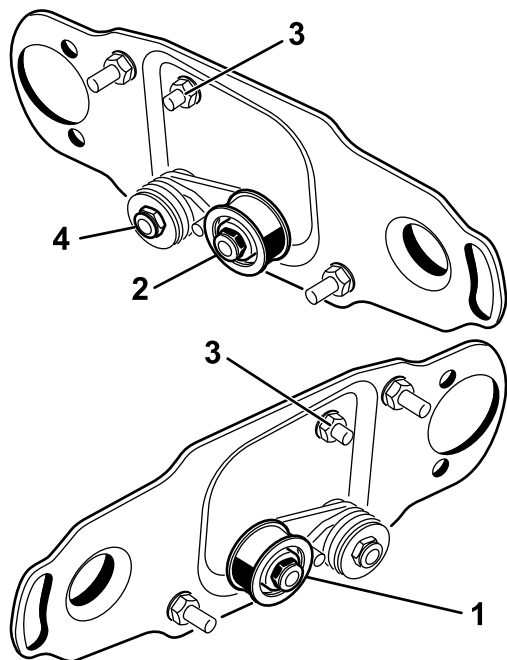

図 2
左前と左後のカッティングユニットについては、カッティングユニットの **右側** にアイドラプーリがくるよう、以下の手順で取り付け位置を変更してください **図 2**
1. カッティングユニットの左側からアイドラプーリ・アセンブリを取り外し、カッティングユニット右側にあるブラシプレートについている低い方の穴に取り付ける **図 2**。
2. キャリッジボルトとナットを外し、以前にアイドラプーリ・アセンブリが取り付けであった上穴にこれを移動させる **図 2**。